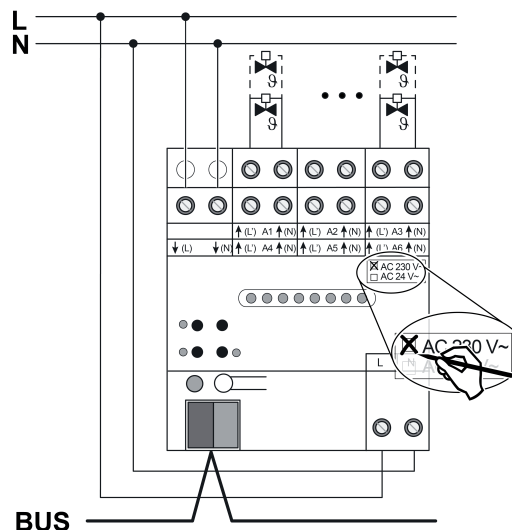

Bild 3: Anslutning ställmotorer 230 V
- Anslut ställmotorer typ AC 230 V enligt anslutningsschemat (bild 3).